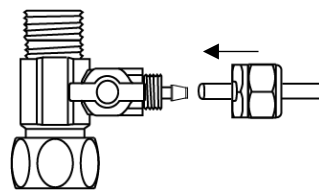

Abbildung 2
5. Schiebe den Schlauch auf den Wasseranschluss wie in Abbildung 2 gezeigt.